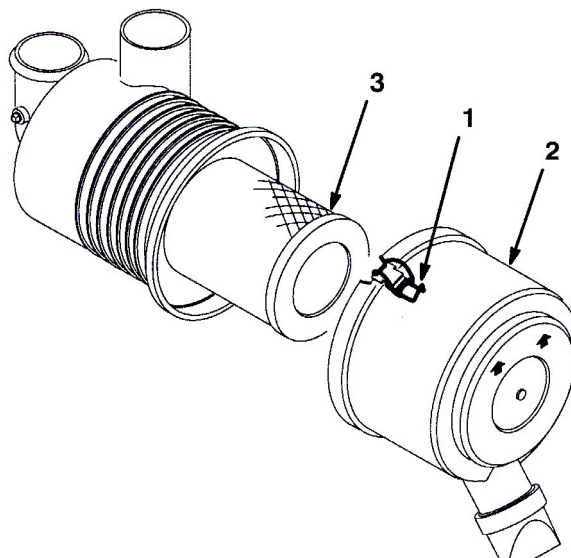

図45
1. エア・クリーナのカバーをボディに固定しているラッチを外す (図45)。